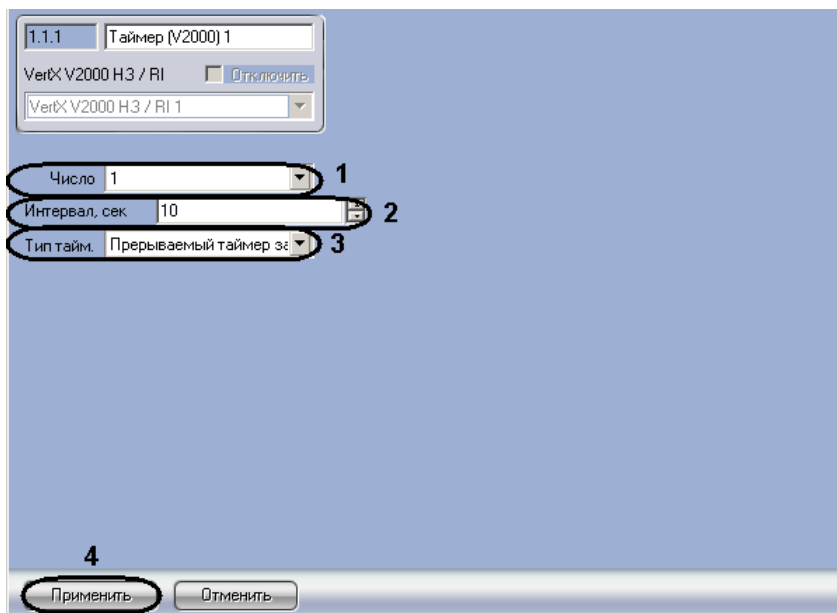

Рис. 3.7—11 Настройка таймеров
2. Из раскрывающегося списка **Число** выбрать уникальный идентификатор таймера (см. Рис. 3.7—11, **1**).
3. В поле **Интервал** ввести время в секундах до истечения таймера (см. Рис. 3.7—11, **2**).